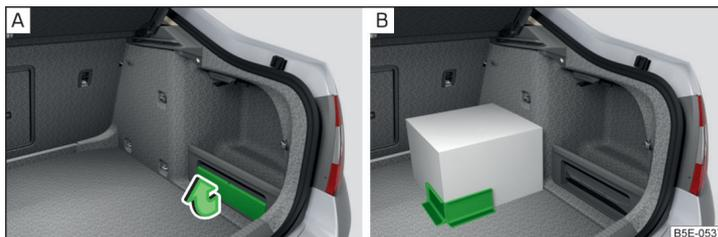

Abb. 115 Cargo-Element herausnehmen / Befestigungsbeispiel der Ladung mittels des Cargo-Elements
- › Das Cargo-Element (ein Teil der Ablagefachabdeckung) in Pfeilrichtung herausnehmen » Abb. 115 - **A**.
- › Das Cargo-Element mit Klettverschluss auf dem Bodenbelag des Gepäckraums » Abb. 115 - **B** oder auf der Stoffseite des beidseitigen Bodenbelags befestigen.